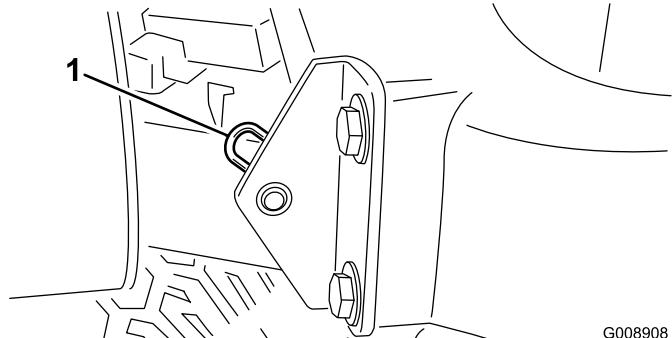

図 43
2. フードのピボット部をブラケットに固定しているコッター・ピンを抜き取る（図 43）。